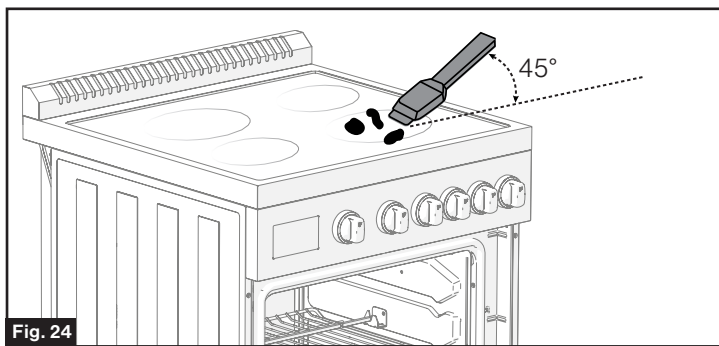

Fig. 24
2. Use un raspador con navaja de una hoja a aproximadamente 45° de la superficie del vidrio para quitar la suciedad. Será necesario aplicar presión al raspador para quitar los residuos. (Fig. 24)